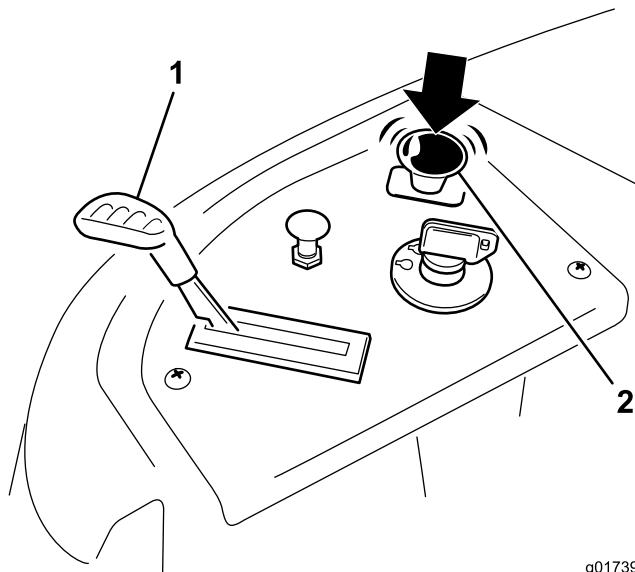

Figura 12
2. Mueva el acelerador a la posición de Rápido (Figura 12).
3. Desengrane las cuchillas moviendo el mando de control de las cuchillas a Desengranado (Figura 12).